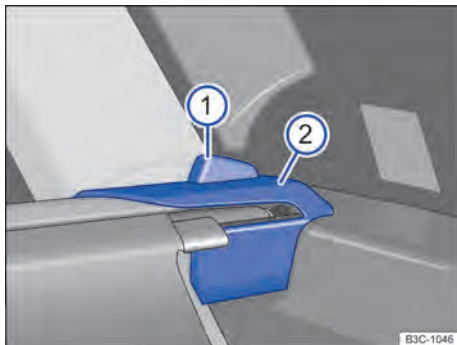

Fig. 114 No compartimento de bagagem: desinstalar cobertura do compartimento de bagagem.
- Pressionar o botão de destravamento \Rightarrow Fig. 114  para baixo.